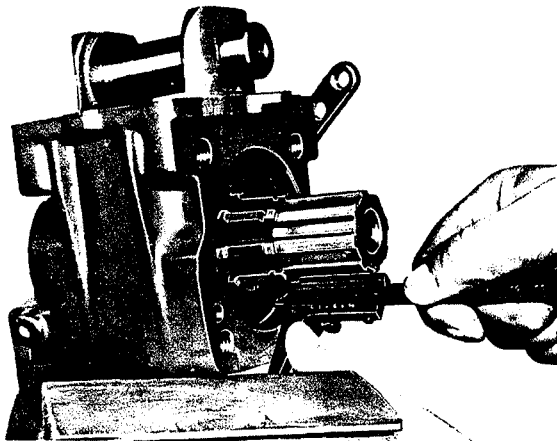

Fig. 62
2.3 Avec une jauge de profondeur, mesurer la distance entre la surface d'étanchéité du couvercle (25) sur le boîtier à l'épaule de butée du roulement à billes (22) (fig. 62).